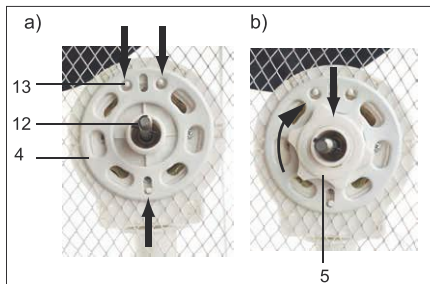

Fig.74: Montering af det bagerste beskyttelsesgitter
4. Sæt det bagerste beskyttelsesgitter (4) på akslen (12) og motorblokkens centreringstift (13). Se fig. 74 a).
5. Sæt sekskantmøtrikken (5) på akslen foran det bagerste beskyttelsesgitter, og stram den i urets retning. Se fig. 74 b).